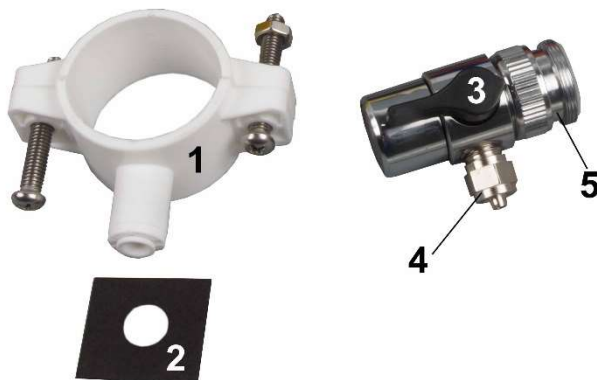

Abb. 2:
1. Schließen Sie den Wasserhahnanschluss an einen geeigneten Wasserhahn an, ggfs. ist ein Adapterstück zwischenschalten [ein Adapter (Abb. 2, Nr. 5) im Lieferumfang enthalten]. Vom Wasserhahnanschluss (Abb. 2, Nr. 4) geht man mit einem Stück Schlauch zum Leitungswasserzulauf der Anlage. Mit Hilfe des Hahns (Abb. 2, Nr. 3) kann zwischen Leitungswasserentnahme und Betrieb der Osmoseanlage umgeschaltet werden.
2. Schließen Sie den Abwasserschlauch (Abb. 1, Nr. 14) an. Mit Hilfe der beiliegenden Schelle (Abb. 2, Nr. 1) kann der Abwasserschlauch auch direkt an ein passendes Abwasserrohr, in dem zuvor eine Bohrung von ca. 5 mm angebracht wurde, angeschlossen werden. Die quadratische Dichtung (Abb. 2, Nr. 2) kommt zwischen Schelle und Bohrung. Um die Gefahr einer Rückverkeimung durch Bakterien zu vermindern, empfiehlt es sich